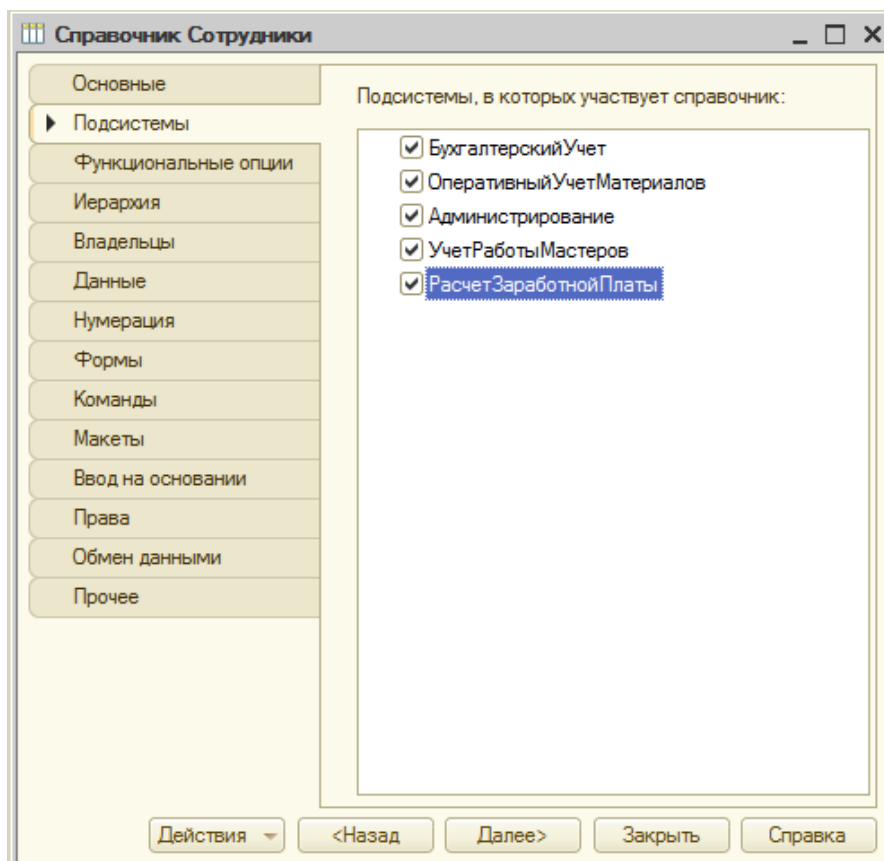

Рисунок 2.15- Новый справочник, добавленный во все подсистемы
2.5 Теперь внесем в нашу конфигурацию еще одно изменение. Добавим в ветвь **Справочники** новый справочник, назовем его **Сотрудники** (реквизит **Имя** на вкладке **Основные**) и добавим во все подсистемы, Рисунок 2.15.